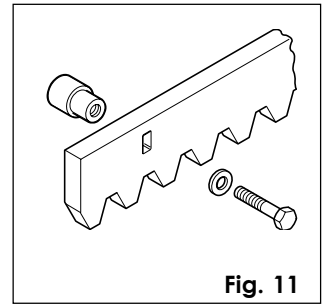

Fig. 11
4.4.1. STEEL RACK TO BE WELDED (Fig. 11)